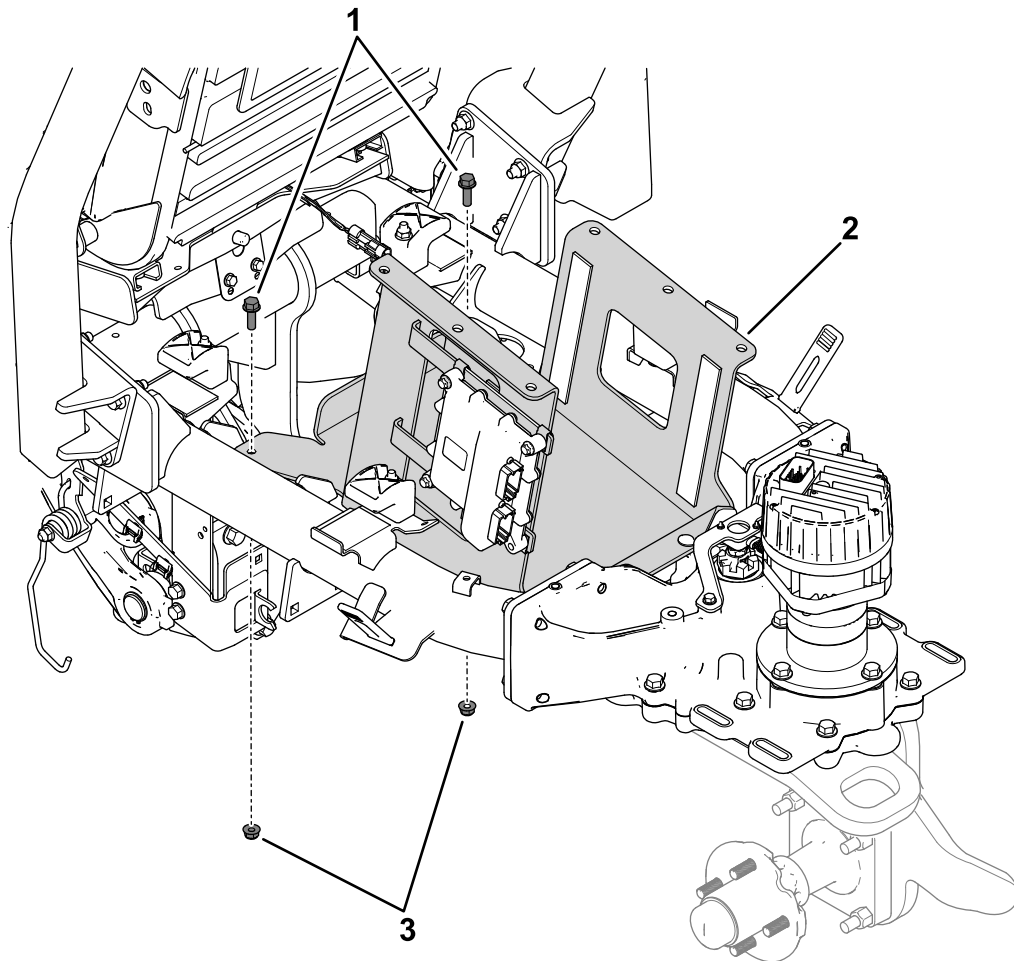

Figura 9
1. Utilice 2 pernos con arandela prensada (5/16" × 1") y 2 tuercas con arandela prensada (5/16") para sujetar la placa de montaje superior al bastidor de la máquina (Figura 9).